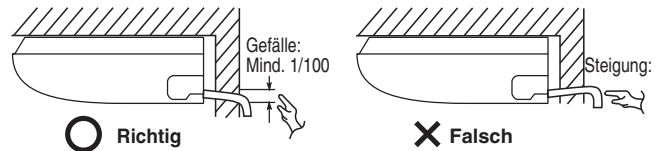

Abb. 3-22
- Die Ablaufleitung so verlegen, dass ein leichtes Gefälle vom Gerät nach außen besteht. (Abb. 3-22)